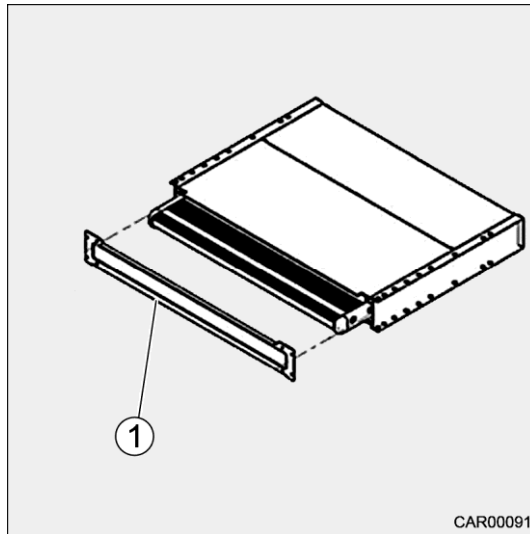

Fig. 20 Déverrouillage de secours
1. Dévisser la plaque frontale (Fig. 20/1).